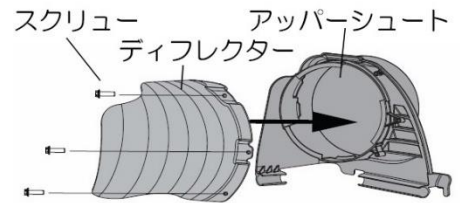

図 8
2. 図8に示されているように、アッパーシュートの前方面をレールに固定します(2)。